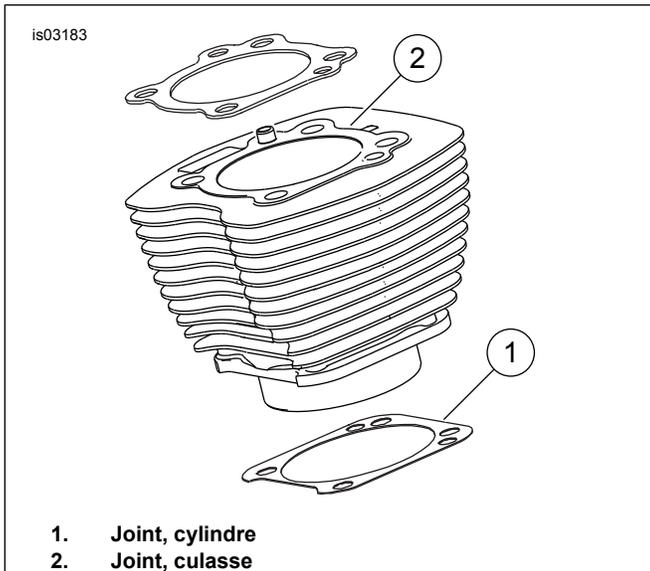

Figure 1. Joints de cylindre
Figure 1. Le joint de cylindre de 4,060 po (1) et le joint de culasse (2) éliminent le besoin de joints toriques. Ne pas utiliser de joints toriques sur les doigts de positionnement de cylindre ou les embouts mâles de cylindre.